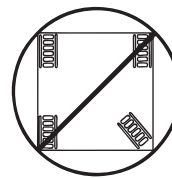

Figura 3
- Asegúrese que todos los patines estén debidamente alineados durante el uso, Figura 3.